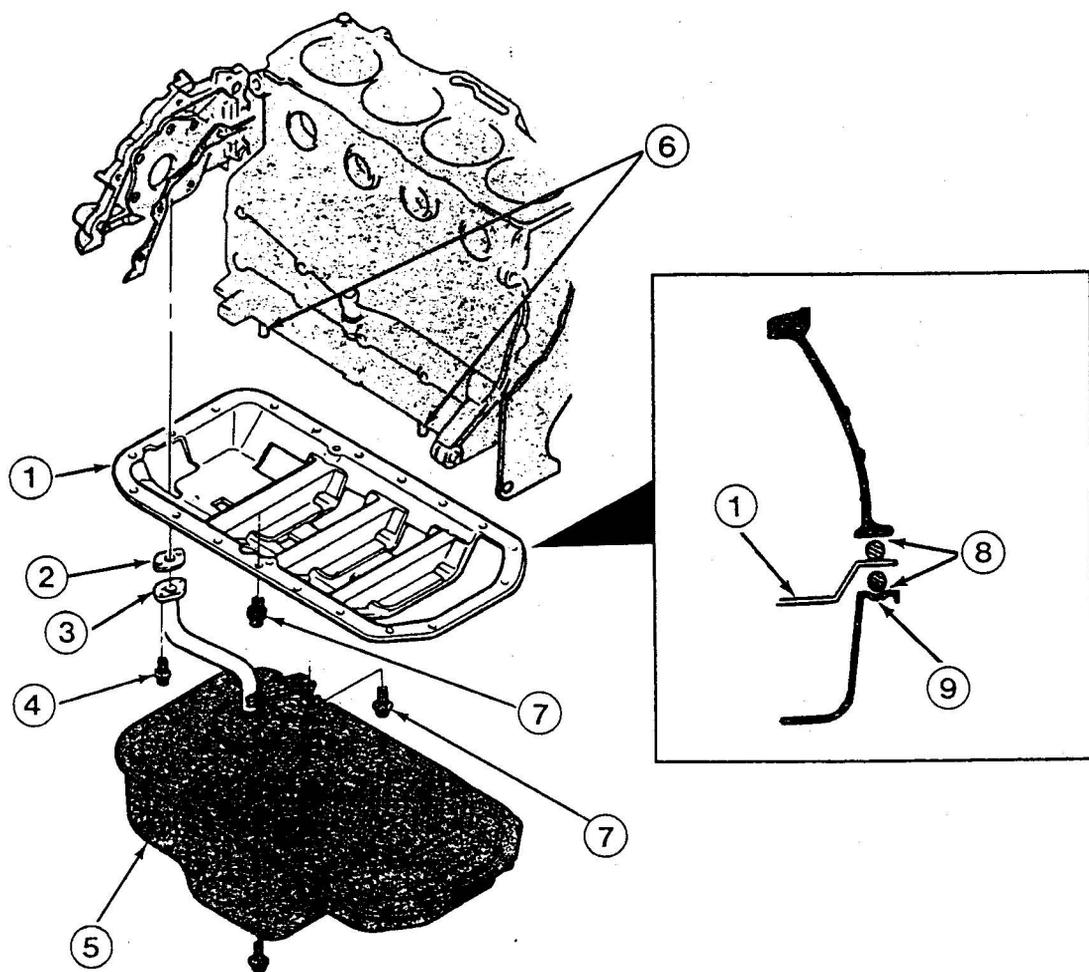

Bild 21/12 Montage der Ölwanne
- Zur Abdichtung der Ölwanne und des Verstärkungsbleches wird keine Form-Dichtung, sondern Silikon-Dichtmittel verwendet, Bild 21/12.